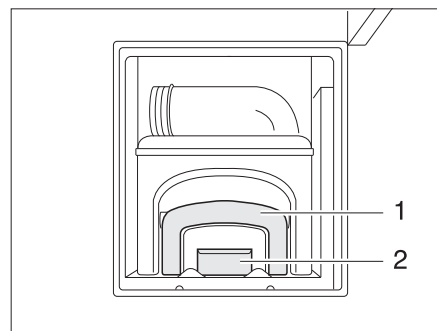

Fig. 241 Accès réservoir pour matières fécales, ouvert
- Actionner le déverrouillage (Fig. 241,2) et retirer le réservoir pour matières fécales (cassette) par la poignée (Fig. 241,1).